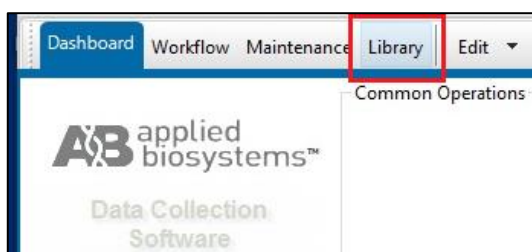

Рисунок 7
2. Кликнуть по иконке «**Library**» в левом верхнем углу окна (рисунок 7).